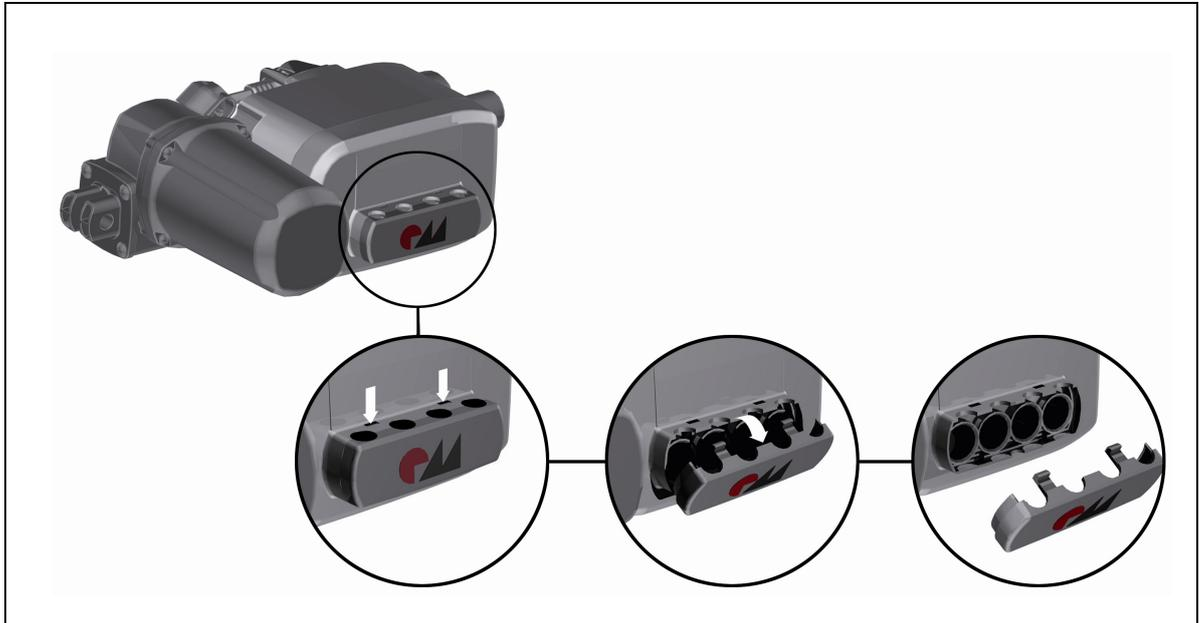

Abbildung 9 Öffnen der Auszugssicherung an der Steuerung MC10
- 2 Drücken Sie mit einem geeigneten Werkzeug die beiden Rastnasen in den Aussparungen herunter, wie in Abbildung 9 gezeigt. Kippen Sie gleichzeitig die Auszugssicherung nach vorne, so dass sich die Rastnasen aus den Aussparungen lösen.
- 2 Öffnen und entfernen Sie die Auszugssicherung (siehe Abbildung 9).